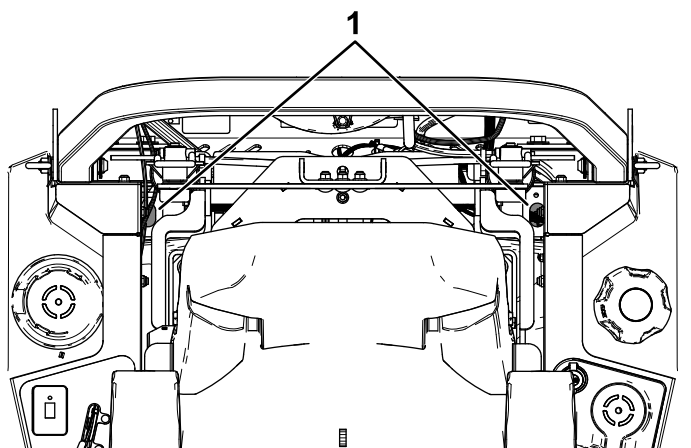

Figura 66
- Con una prolunga e una bussola da 7/16", accedete al tappo di sfiato dall'alto della macchina attraverso i fori accanto ai supporti del roll bar (Figura 66).